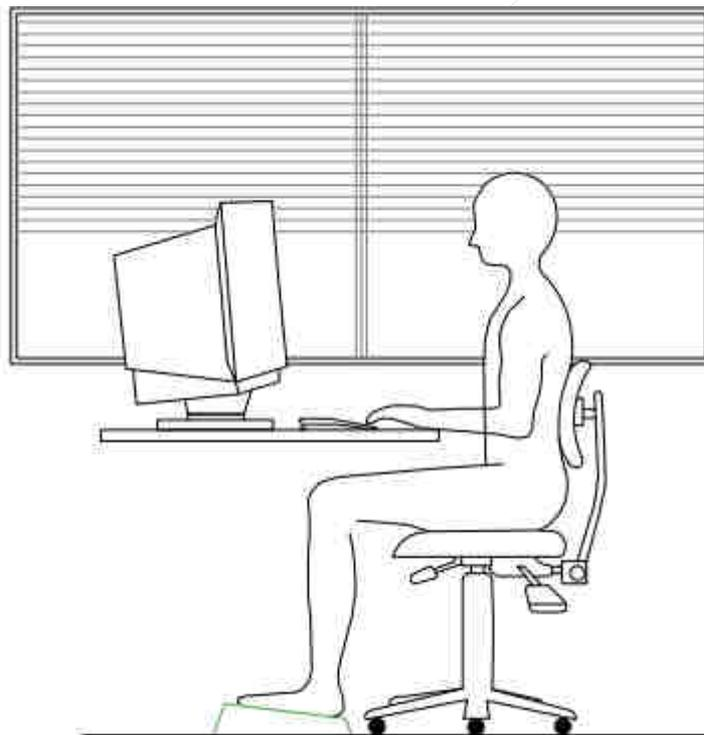

Figura 2 –CORRETTA ILLUMINAZIONE DEL POSTO DI LAVORO
- In caso di bisogno è necessario poter regolare l'intensità della luce proveniente dalle finestre agendo opportunamente sulle tende. (Vedi figura 2)